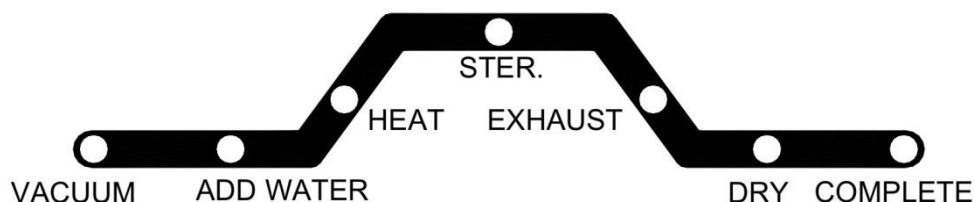

Figura 45
D. Presione el botón **START**, la configuración de temperatura, duración, y tiempo de secado se despliegan dos veces en la pantalla de tres dígitos, y luego el esterilizador funcionará automáticamente con el programa seleccionado. El progreso actual del ciclo de esterilización se indica mediante el encendido de la luz LED en el indicador estado de proceso (Figura 45)